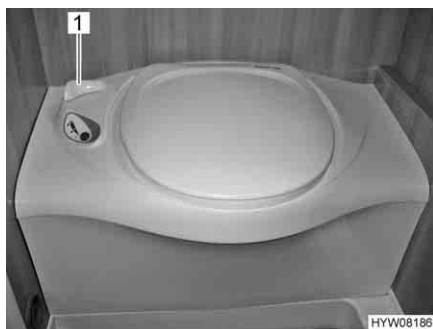

Bild 174 Thetford-Toilette
- Vor dem Spülen den Schieber der Thetford-Toilette öffnen. Dazu den Schieberhebel (Bild 174,1) entgegen dem Uhrzeigersinn drehen.
- Nach dem Spülen den Schieber schließen. Dazu den Schieberhebel (Bild 174,1) im Uhrzeigersinn drehen.